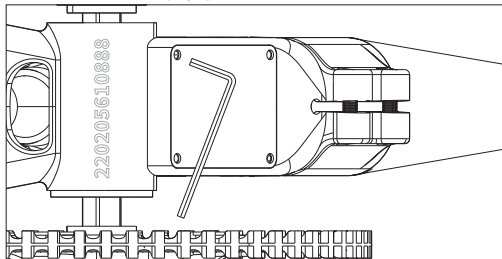

Figura 7-1
- Afloje los cuatro tornillos de la tapa situada junto al soporte inferior en el sentido contrario a las agujas del reloj con una llave Allen de 3 mm y, a continuación, retire los tornillos y la tapa, tal y como se muestra en la **Figura 7-1**.